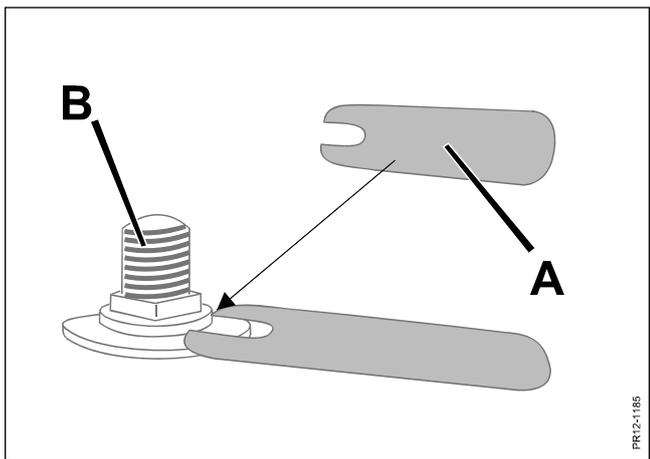

Fig. 5-8
- le diamètre du trou est inférieur à 15 mm (voir aussi ci dessous fig. 5-8).
- Fig. 5-8 Lors du remplacement des couteaux, contrôler régulièrement tous les boulons des couteaux **B** sur les disques avec la jauge **A** (dans le lot des pièces détachées).